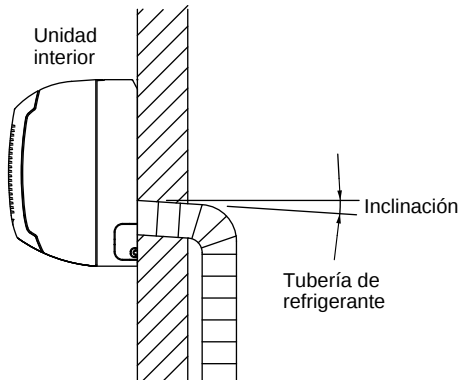

Fig. 3-32
- a) La manguera de drenaje debería estar inclinada hacia abajo y hacia el exterior. (Fig. 3-32)